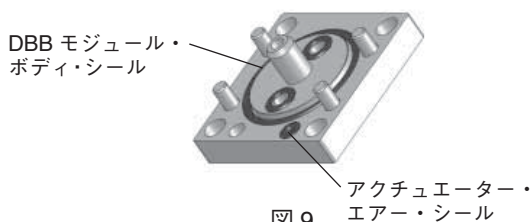

図9
3. DBB モジュール・ボディ・シール（9-022）またはアクチュエーター・エア・シール（9-004）を交換する際は、「フランジの交換」の項の手順1および2に従って、モジュールおよびフランジを取り外します。(図9参照)